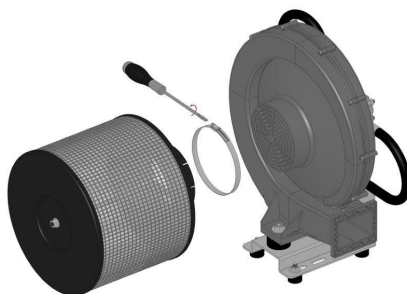

FIGURA 5
3. Introducir el filtro, si lo hubiera (códigos 200353, 200354, 200355) en la entrada de aspiración fijándolo con la abrazadera (suministrada con el filtro) (FIGURA 5).